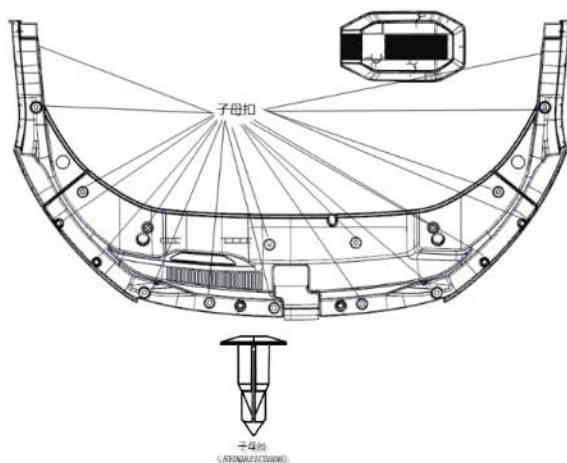

图 2-19
- (1) 打开前舱盖，用一字螺丝刀或其它工具拆卸格栅上盖板与前格栅左右装饰板上的 19 个子母扣；
(2) 用一字螺丝刀或其它工具拆卸与格栅上盖板上的 15 个子母扣；
(3) 用一字螺丝刀或其它工具拆卸与前舱左右装饰板上的 4 个子母扣；
(4) 先将格栅上盖板取下，再由后端抬起，再将前舱左右装饰板取下，即完成格栅上盖板与前格栅左右装饰板拆除，双手将电机盖板往上抬起，即可拆除电机盖板，如图 2-19 所示。